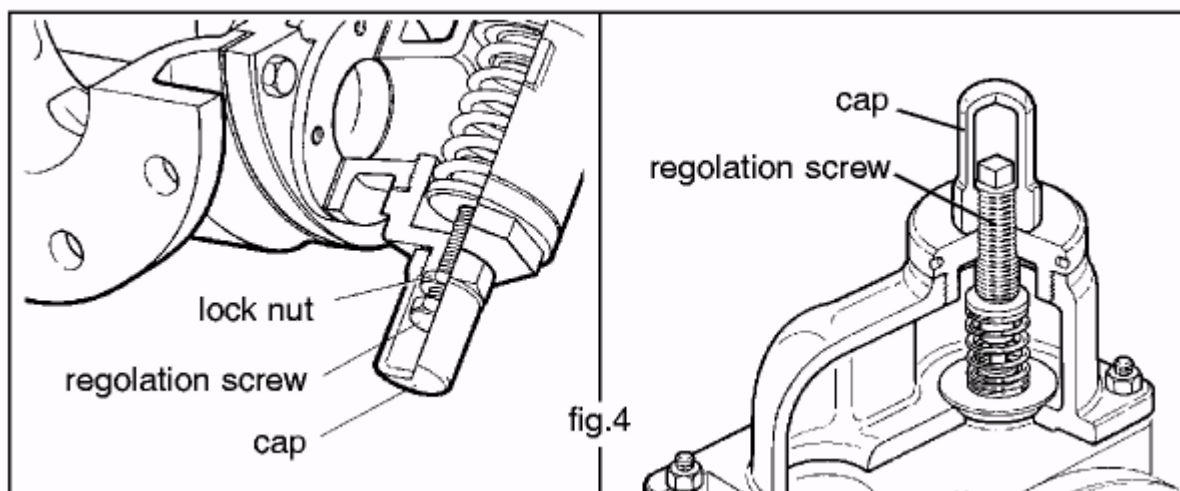

Рис.4
На рис. 4 показано устройство регулирования перепускного предохранительного клапана. Когда давление в напорной магистрали насоса становится равным усилию пружины клапана, он начинает открываться. Значение давления, при котором это происходит, называется «давлением срабатывания клапана». Жидкость начинает течь через клапан во всасывающую магистраль насоса. Полная производительность насоса зависит от давления, которое является функцией скорости вращения насоса и вязкости жидкости. «Давление срабатывания клапана» устанавливается на требуемое значение. Если иначе не определено, «давление срабатывания клапана» устанавливается на 2 bar. Полный поток через перепускной предохранительный клапан достигается при давлении выше примерно 15% от «давления срабатывания клапана».
10.4 Регулирование перепускного предохранительного клапана (рис.4)